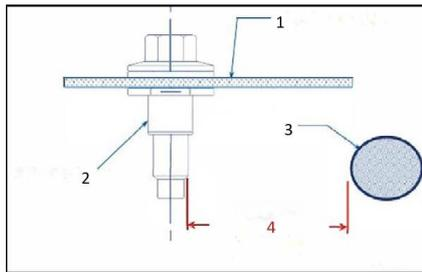

Abb.2
- Befestigungselemente (und/oder alternative Befestigungsmethoden), die unter den Fahrzeugboden hinausragen, müssen einen MINDESTABSTAND von 50,8 mm (2,0") zu allen umliegenden Hoch-/Niederspannungskabeln und/oder Kühlmittleitungen und/oder hydraulischen Bremsleitungen haben, um Beschädigungen/ Quetschungen zu vermeiden. (Abbildung 2)